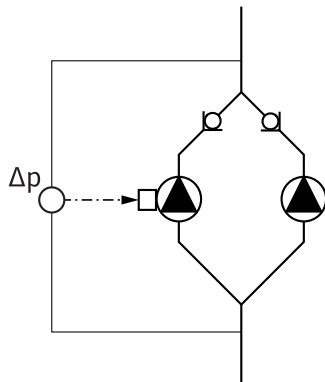

Fig. 13: Voorbeeld, aansluiting verschil-druksensor
- In het voorbeeld in Fig. 13 is de master-pomp, gezien in stroomrichting, de linkerpomp. Op deze pomp moet de verschil-druksensor worden aangesloten.
De meetpunten van de verschil-druksensor van de master-pomp moeten in de desbetreffende verzamelbuis op de zuig- en perszijde van de dubbelpompinstallatie liggen (Fig. 13).